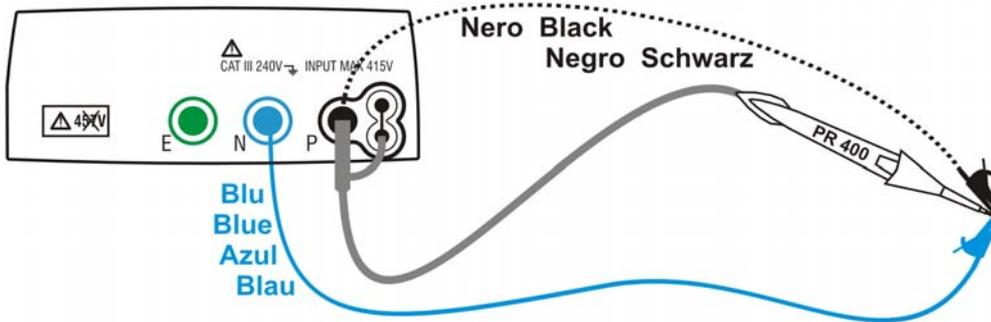

Fig. 5:
- Connettere i coccodrilli e/o i puntali e/o il puntale remoto tra di loro come in Fig. 5.